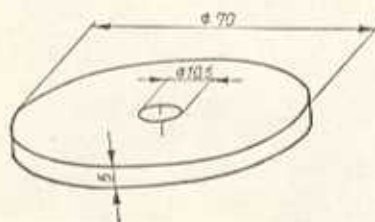
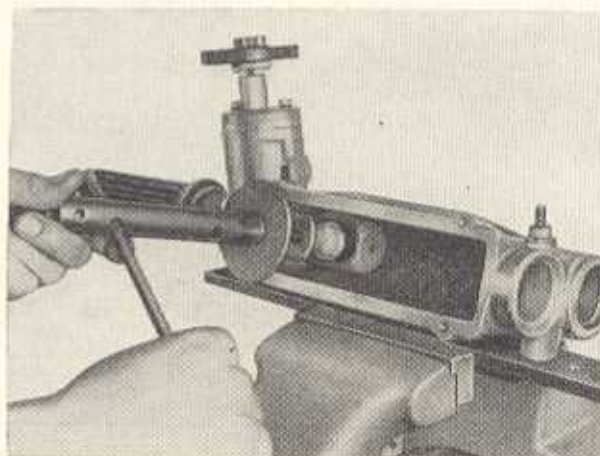

Bild F 18. Abziehplatte (Maßskizze)
Bild F 19
7. Gummischutzkappe der Zahnstange nach dem Lösen des Schlauchbandes abziehen. Durch Drehen am Ritzellansch Zahnstange bis zum Anschlag nach links (bei Rechtslenkerfahrzeugen nach rechts) herausdrehen. Mit der Schraube M 10 × 50, die aus der Schubstange herausgeschraubt wurde, und der Abziehplatte (Bild F 18) Mitnehmer aus dem Zahnstangenkopf herausziehen. Gummipuffer vom Mitnehmer abziehen oder aus dem Zahnstangenkopf herausziehen (Bild F 19).